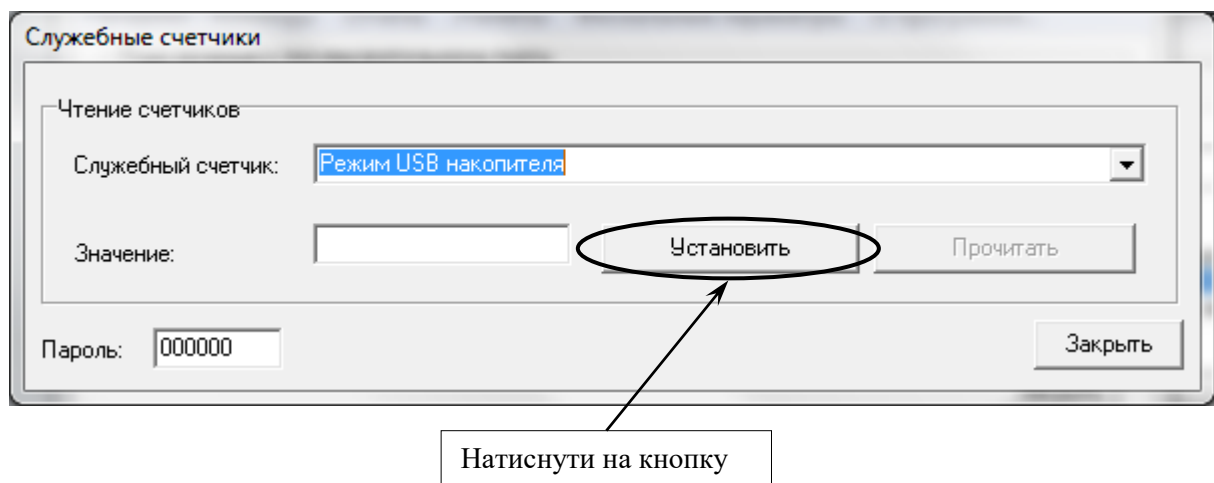

Рисунок 36
– натиснути кнопку «Установить» (рисунок 36);